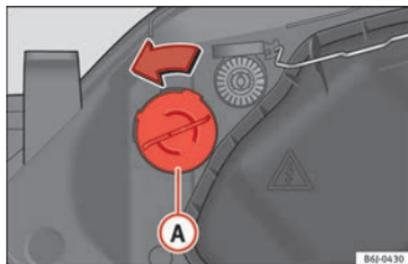

Fig. 100 Luz indicadora de mudança de direção.
- Rode o porta-lâmpadas » Fig. 100 Ⓐ para a esquerda e puxe.